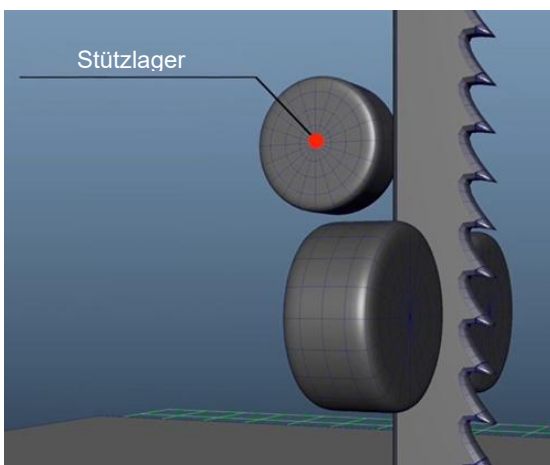

Abb. 52
5. Stellen Sie den Einstellknopf für den Axialspiel so ein, dass der Axiallagerabstand zum Sägeband 0,79 mm beträgt. (im Uhrzeigersinn = zum Sägeband hin; gegen den Uhrzeigersinn = vom Sägeband weg) (Abb. 52)